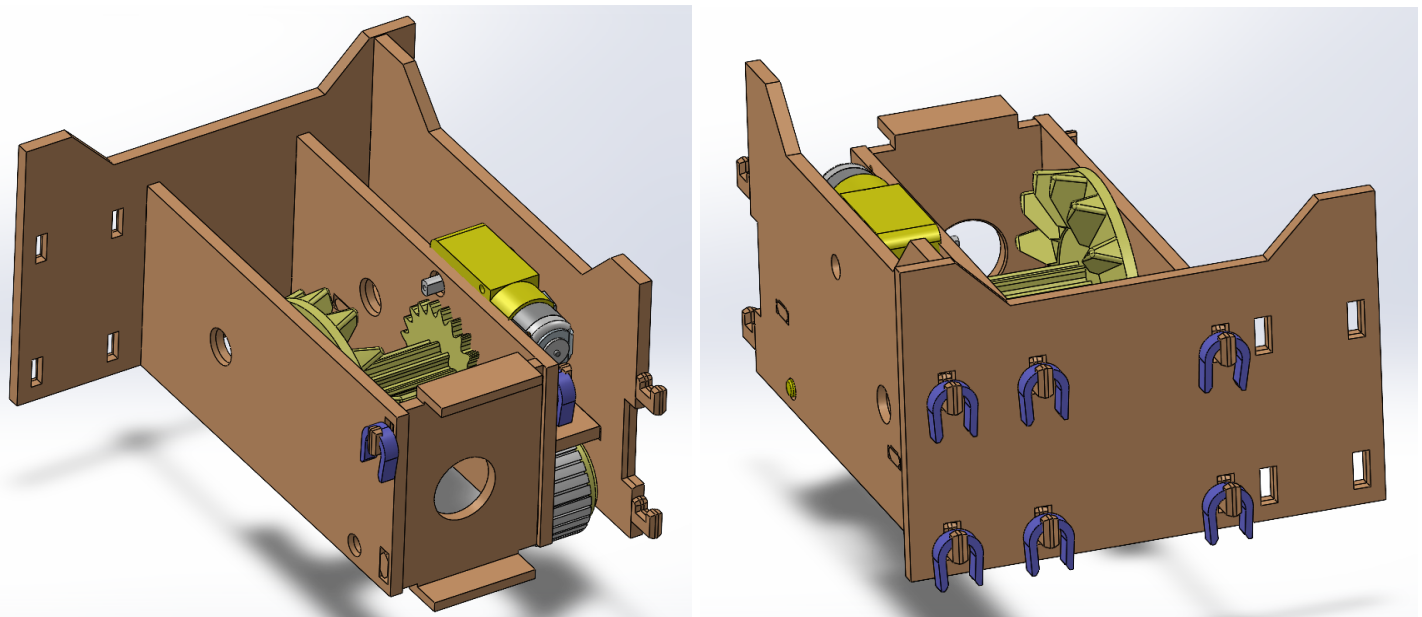

FIGURE 6
**ÉTAPE 6 :** Dans cette étape, nous prenons le résultat de l'ÉTAPE 5 ainsi que le mur portant le numéro 2 et les assemblons ensemble comme on peut le voir dans la figure 6, puis nous les fixons ensemble en utilisant les broches pourpres fines numérotées 23.